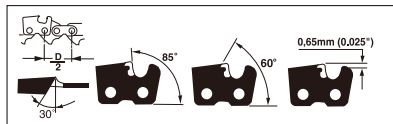
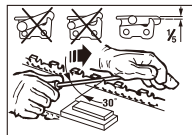

Fig. 21
Fig. 22
**SLIPA KEDJAN** - Kedjans delning (Fig. 21) är  $3/8''$  LoPro x  $0,050''$ . Slipa kedjan med skyddshandskar och en  $\varnothing 5/32''$  (4 mm) rundfil.
Slipa alltid skärtänderna med utåtrörelse (Fig. 22) och iaktta måtten i Fig. 21.